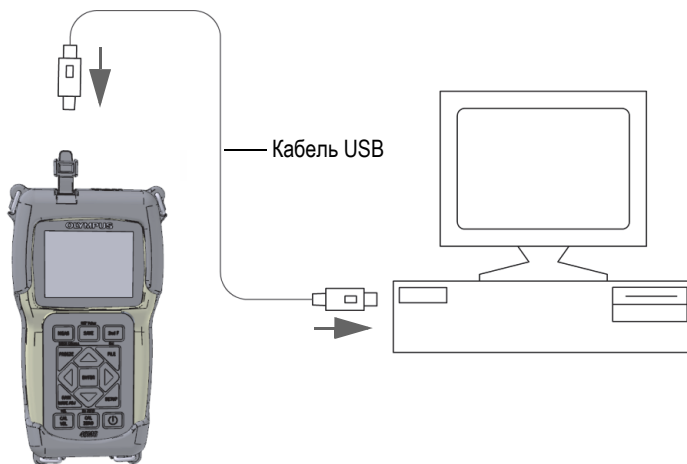

Рис. 11-1 Подключение 45MG к компьютеру
4. Один конец USB-кабеля подключите к разъему USB в верхней части 45MG, а другой конец кабеля USB подключите к разъему USB на компьютере (см. Рис. 11-1 на стр. 206).